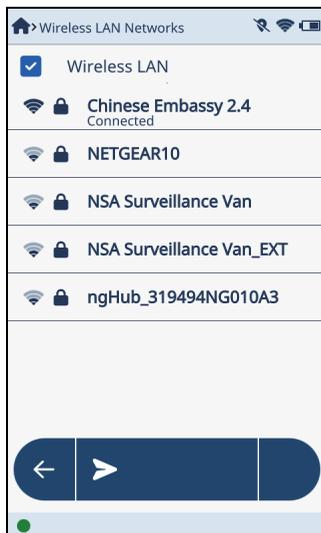

图 4-22 无线局域网屏幕
2. 选择**Wireless LAN**（无线局域网）复选框，启动**Wireless LAN**（无线局域网）功能（参见第132页的图 4-22）。